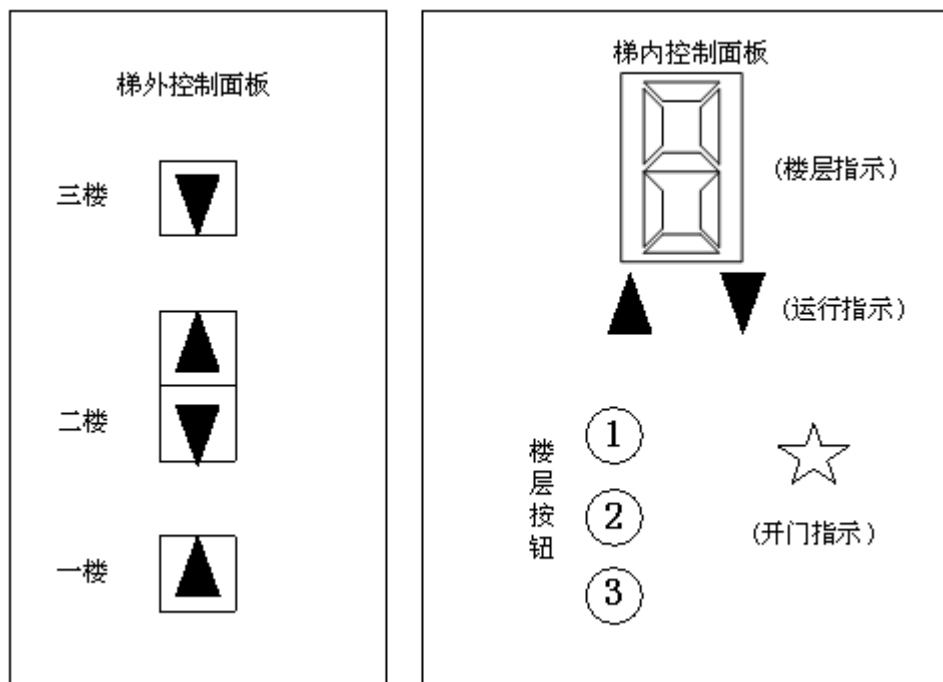

图 13-1：电梯控制面板
1. 三层电梯控制面板如图 13-1 所示。在设计中，可以灵活使用单周期时钟、数码管、指示灯等器件代